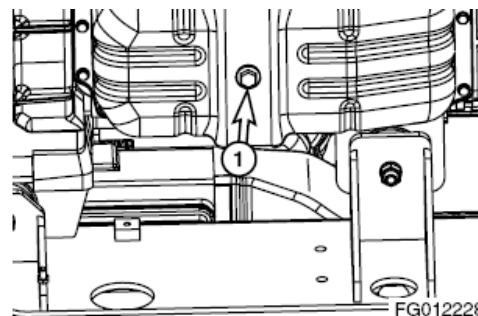

Figura 58
1. Coloque un recipiente de gran capacidad bajo el motor. Retire el tapón (1, Figura 58) para drenar el aceite del motor. Luego instale el tapón (1).